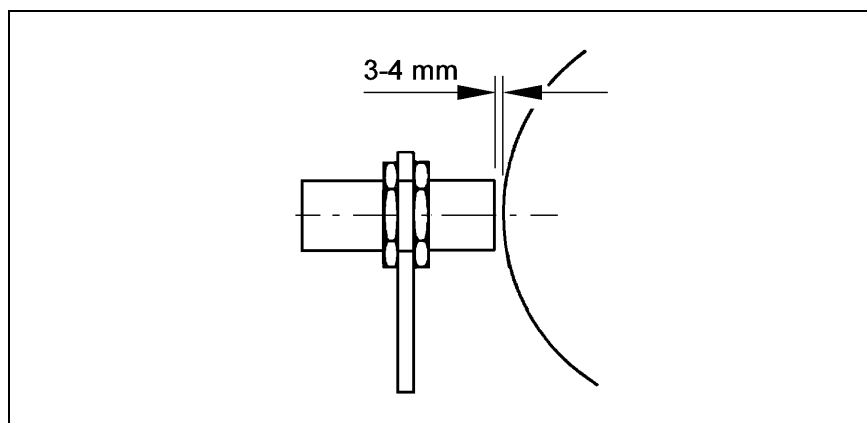

Figure 3.7.1
3.7.1 Adjust Bowl Speed Sensor (Fig. 3.7.1)